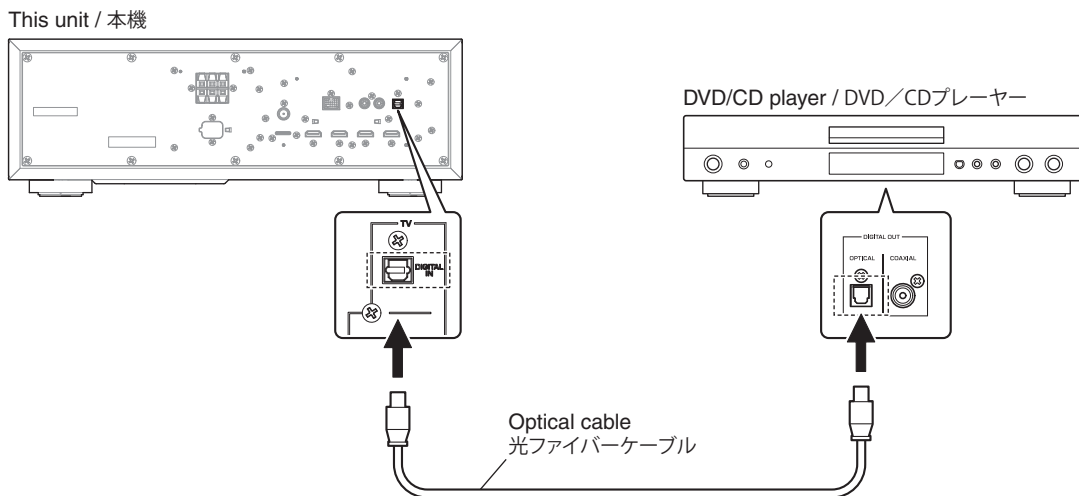

Fig. 1
1. Connect this unit and DVD/CD player as shown below. (Fig. 1)
1. 本機と DVD/CD プレーヤーを下記のように接続します。(Fig. 1)